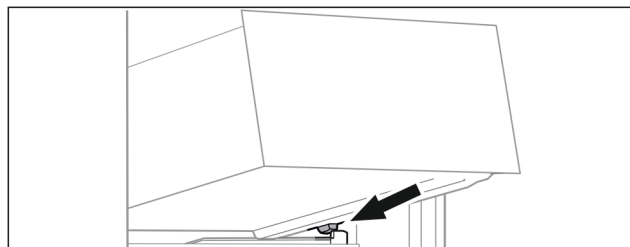

Fig. 96
- ▶ Nasaďte zásuvku šikmo za zarážky na žebrování na nádoby. (viz Fig. 96)